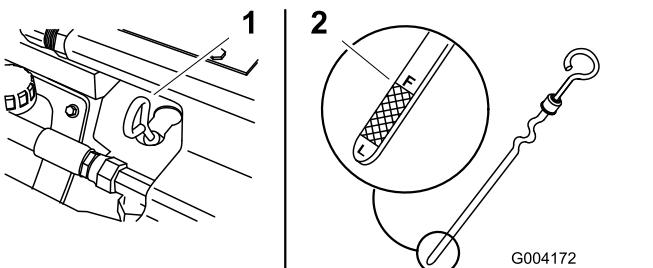

Bild 35
- Reinigen Sie den Bereich um den Ölpeilstab (Bild 35).
- Ziehen Sie den Peilstab heraus und wischen Sie das Metallende ab (Bild 35).
- Schrauben Sie den Ölpeilstab vollständig in das Peilstabrohr (Bild 35).